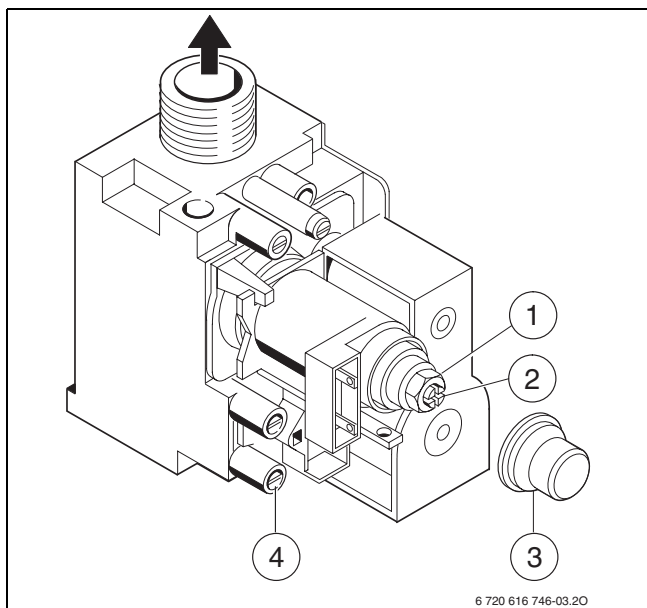

Fig. 43 Bloc gaz
- ▶ Dévisser légèrement la vis de la prise de pression (→ fig. 43, [1], page 44) située sur le raccord de brûleur et brancher un manomètre à cette prise.
- ▶ Retirer le capuchon (→ fig. 43 [3]) du bloc gaz.
- ▶ Pour « max » prendre la pression aux injecteurs indiquée (mbar) dans le tableau sur la page 56 et la contrôler. Vérifier que l'écrou (→ fig. 43 [1]) est bien serré en butée sur le corps laiton.
- ▶ Desserrer la vis dans la prise de mesure de la pression de raccordement (→ fig. 43 [4] en page 44) et brancher un manomètre à cette prise.